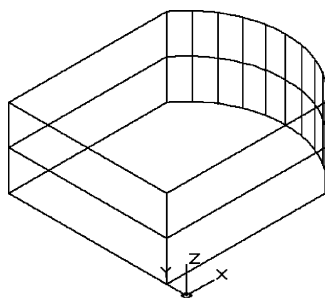

图 13-16 复制实体
(7) 单击“默认”选项卡“修改”面板中的“复制”按钮，将剖切后的实体向上复制一个，如图 13-16 所示。